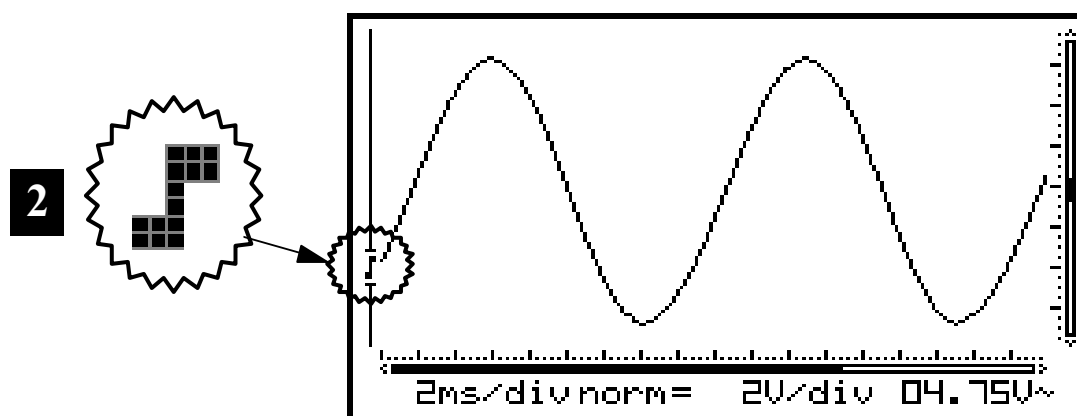

Fig 42
**2. Trigger no flanco descendente:** O monitor só mostrará o sinal quando “detectar” um flanco negativo. O sinal deve descer, de cima para baixo, na vertical, para provocar o trigger. (Fig. 42)